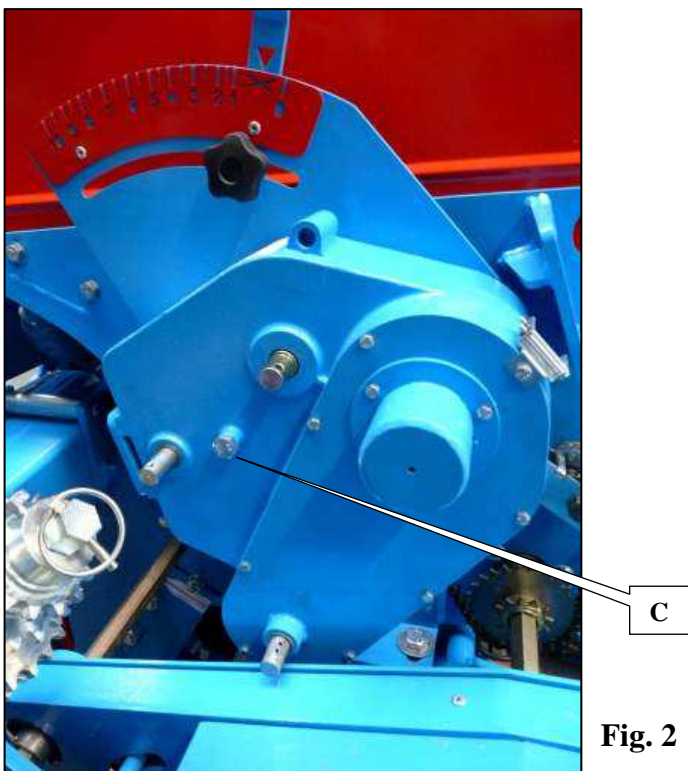

Fig. 2
- 2 - Cambiar la posición de la cadena en el piñón dentado doble (fig. 2)
- Graissez le variateur par l'orifice (fig. 2, C). Utilisez un lubrifiant synthétique en bombe sous pression (par exemple FÖRCH PTFE Truck S416).
- Den Regler durch die Öffnung (Abb. 2, C) schmieren. Ein synthetisches Schmiermittel in einer Sprühdose verwenden (beispielsweise FÖRCH PTFE Truck S416).